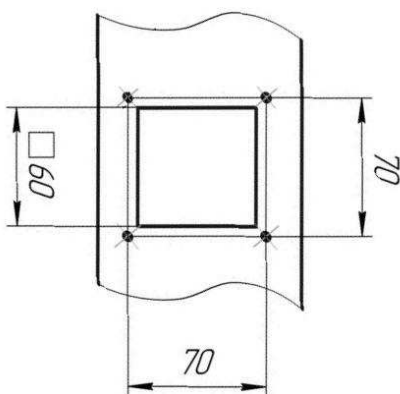

Рис. 6. Разъем крепления патрубку пылеотсасывающего аппарата.
- 9.5 Для подключения пылеотсасывающего агрегата на станке имеется разъем крепления патрубку (см. рис.6), разъемы расположены на задних стенках кожухов;